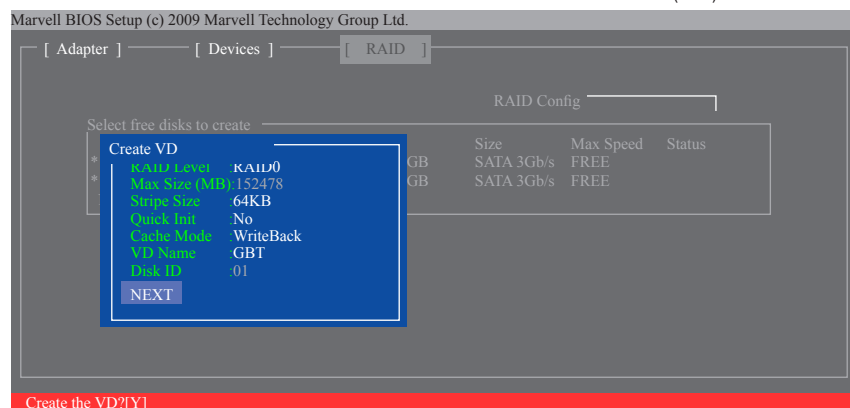

図 7
6. **NEXT:** 上の設定を完了した後、**NEXT** に移動して<Enter>押しアレイの作成を開始します。確認を求められたら、<Y>を押して確認するか <N>を押してキャンセルします (図 7)。